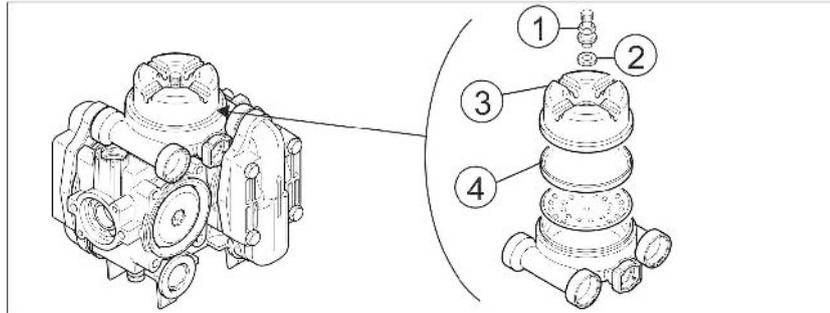

Fig. 200
2. Si es necesario, eche aceite con la bomba en marcha (máximo hasta la marca Fig. 200/1).
5. Girar alternativamente el eje de accionamiento a derecha e izquierda y reponer el aceite nuevo poco a poco. La cantidad de aceite correcta se ha alcanzado cuando el aceite se ve en la marca (Fig. 200/1).